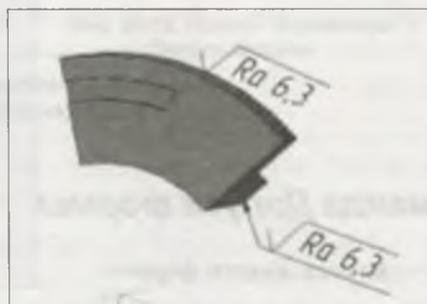

Рис. 28.13. Варианты размещения обозначения
- ◆ в графической области курсором определите положение текста на размерной линии и щелкните ЛК мыши — знак шероховатости поставлен. В **Дереве** модели появился новый элемент **Обозначение шероховатости: 1** со своей пиктограммой. У вас должно получиться как на рис. 28.13;
- ◆ укажите точку вставки и нажмите кнопку **Создать объект** — обозначение шероховатости поверхности создано (см. рис. 28.13);